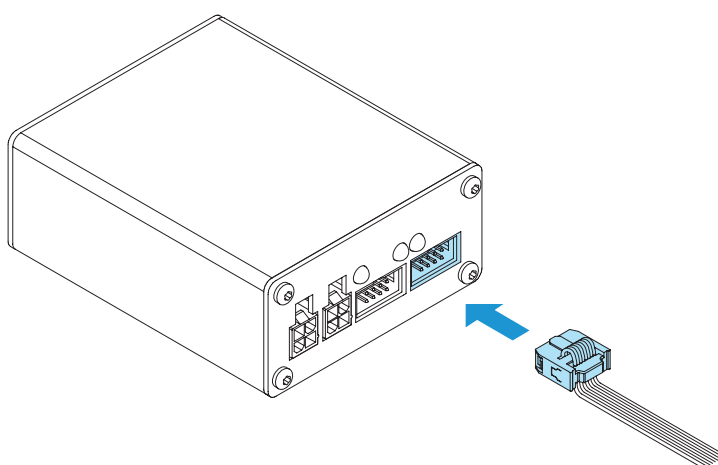

Рисунок 3.
- 5 Подключить кабель для работы с датчиком расстояния (рис. 3);